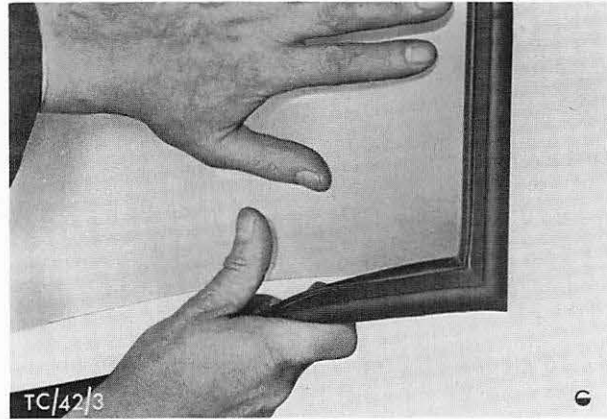

Abb. 25 Aufdrücken des Dichtungsgummis auf die Windschutzscheibe
6. Dichtungsgummi um die Scheibe legen, Abb. 25, und eine Schnur von ausreichender Länge so in die Innenrinne des Dichtungsgummis legen, daß die beiden Enden der Schnur unten in Scheibenmitte zusammentreffen und sich an diesem Punkt um ca. 15 cm überlappen.